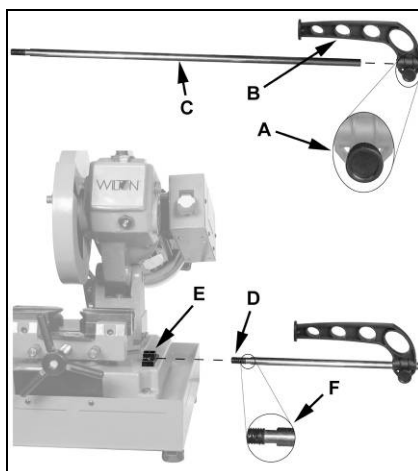

Fig 2
Visser la barre de butée (C, Fig 2) dans le support (E) et la bloquer.